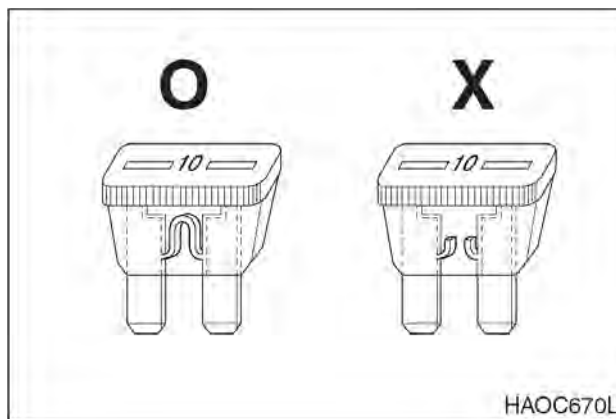

Рис. 95
1. Предохранители в блоке предохранителей предназначены для защиты различных электрических цепей и их компонентов от повреждения. См. рис. 95. Используются стандартные автомобильные предохранители.